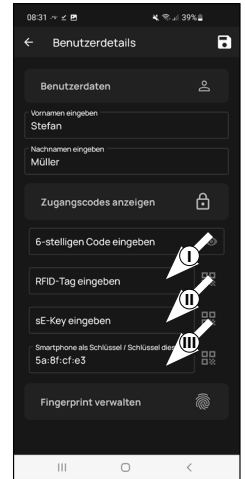

Abb. 4
⑥ An dieser Stelle können Sie einen Funk-schlüssel *ENTRY sE-Key 7713* (optional erhältlich) einspeichern (II) (Abb. 4). Hinweise zur Einrichtung finden Sie in der Anleitung des Funkschlüssels.
! **Hinweis:** Dem Benutzerprofil des ersten Benutzers wurde automatisch die Schlossöffnung per Smartphone hinterlegt (III) (Abb. 4). Bei weiteren Benutzern können Sie in diesem Feld ein anderes Smartphone als elektronischen Schlüssel hinterlegen. Eine Anleitung hierfür erhalten Sie in der Hauptanleitung auf unserer Webseite (siehe Link auf der Titelseite).